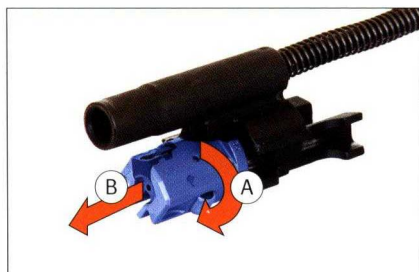

Abb. 51: Verschlusskopf entnehmen
2. Verschlusskopf drehen (Abb. 51).
3. Verschlusskopf nach vorne aus dem Verschlussträger entnehmen (Abb. 51).